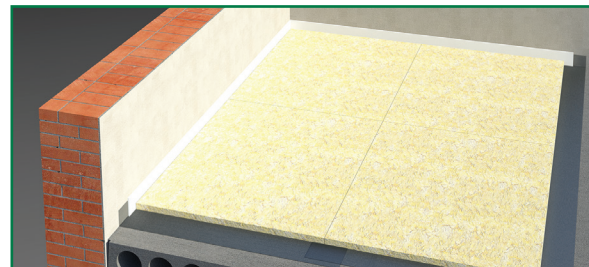

Рис. 3. Устройство деформационного шва с помощью демпферной ленты
- 07** По периметру помещения, а также вокруг вертикальных конструкций (например, колонн) уложить демпферную ленту толщиной 5-10 мм (рис. 3). Для удобства монтажа предпочтительно использовать демпферную ленту из вспененного полиэтилена с самоклеящейся стороной, чтобы приклеить ее к стенам. Также можно приклеивать демпферную ленту на «жидкие гвозди». Лишняя высота демпферной ленты отрезается после выполнения финишного покрытия пола, затем закрывается плинтусом.